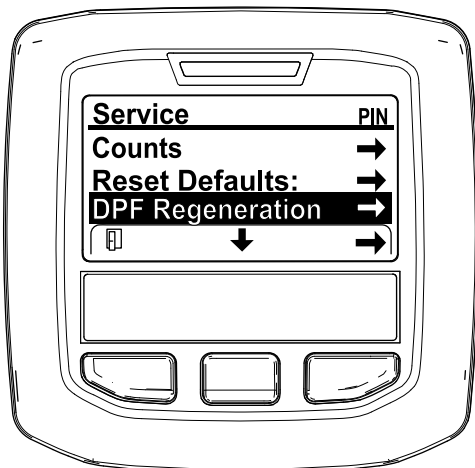

Рисунок 40
3. В SERVICE MENU (МЕНЮ ТЕХОБСЛУЖИВАНИЯ) нажмите и удерживайте в нажатом положении среднюю кнопку, пока не появится опция DPF REGENERATION (РЕГЕНЕРАЦИЯ DPF), затем нажмите правую кнопку, чтобы выбрать опцию DPF REGENERATION (РЕГЕНЕРАЦИЯ DPF) (Рисунок 40).